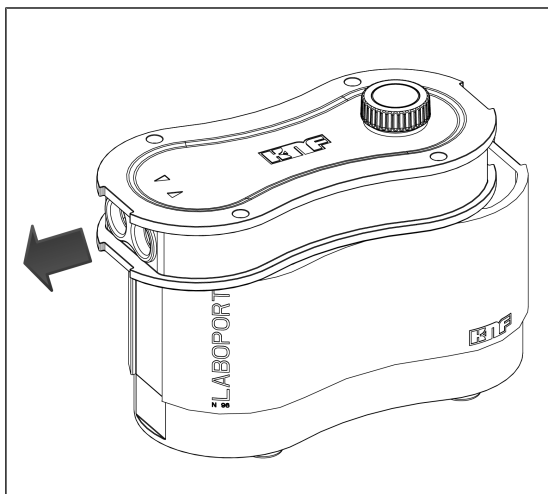

Fig.9: Poussez le couvercle du carter au-dessus des raccords de gaz (ouvrir la pompe)
2. Faites glisser le couvercle du carter (2) sur les raccords de gaz (voir Fig. 9).